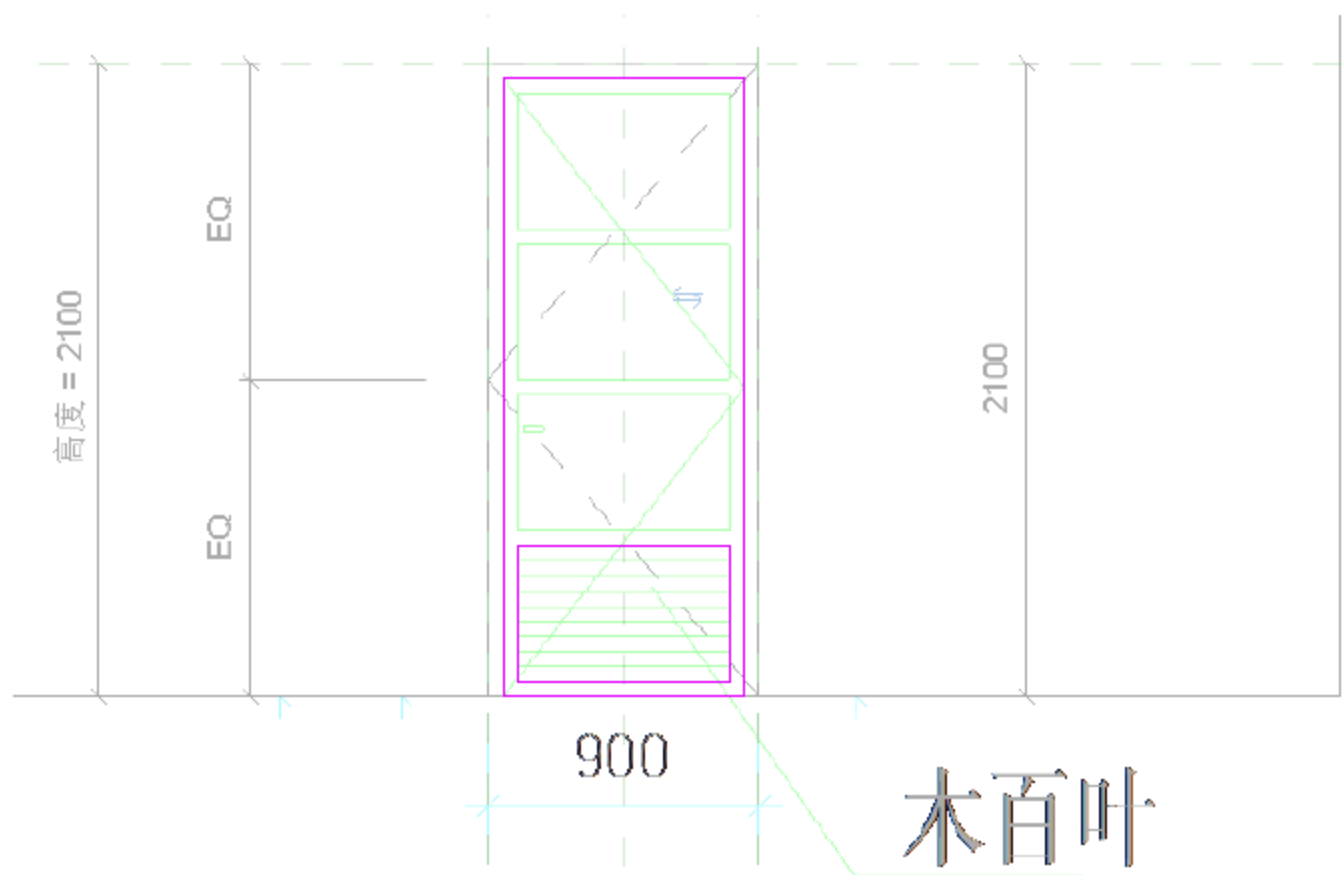

图 6.1.20 绘制门板
(18) 选择“项目浏览器”中的“立面（立面 1）”→“外部”选项，可以进入 M0921 的外部立面视图。
(19) 绘制门板。选择“创建”→“拉伸”命令，进入“修改 | 编辑拉伸”界面，用菜单中的绘制工具将门板绘制完成，如图 6.1.20 所示。绘制完成后，单击√按钮，完成绘制。